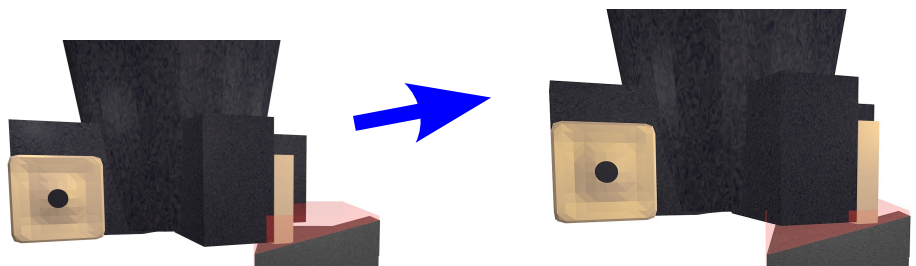

Abb. 2: Fräsen der Schräge
4. Die Schräge wird mit einem Eckmesserkopf von oben gefräst, wie in Abb. 2.